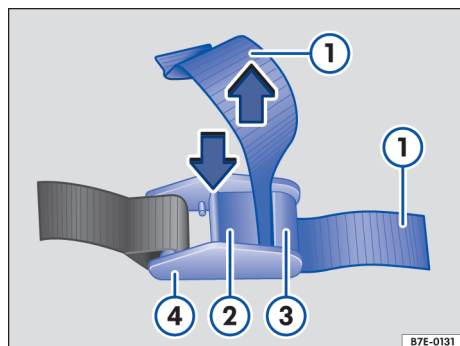

Fig. 138 Apretar la cinta con hebilla.
1. Antes de apretar: Asegúrese de que la palanca → fig. 138 (2) no se encuentre encima de la carga, de bordes o de objetos que sobresalgan.
2. Presione la palanca → fig. 138 (2) de la hebilla (4) y manténgala presionada.
3. Introduzca la cinta → fig. 138 (1) de atrás hacia delante entre la palanca (2) y el puente (3).
4. Apriete la cinta → fig. 138 (1) y suelte la palanca (2).